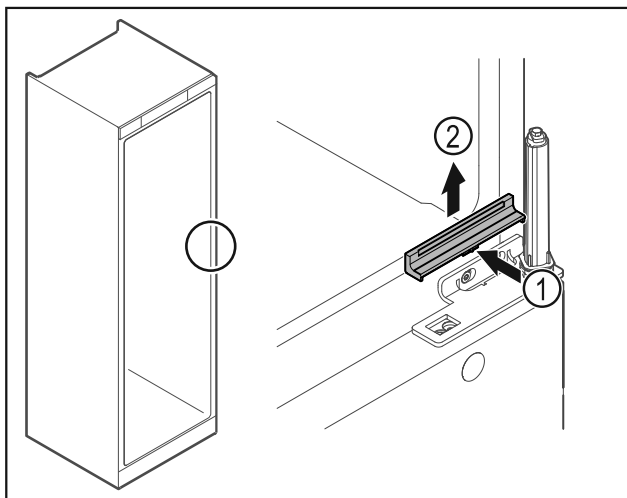

Fig. 31
- ▶ Lagano pritisnite poklopac Fig. 31 (1) na sredini i skinite ga prema gore Fig. 31 (2).